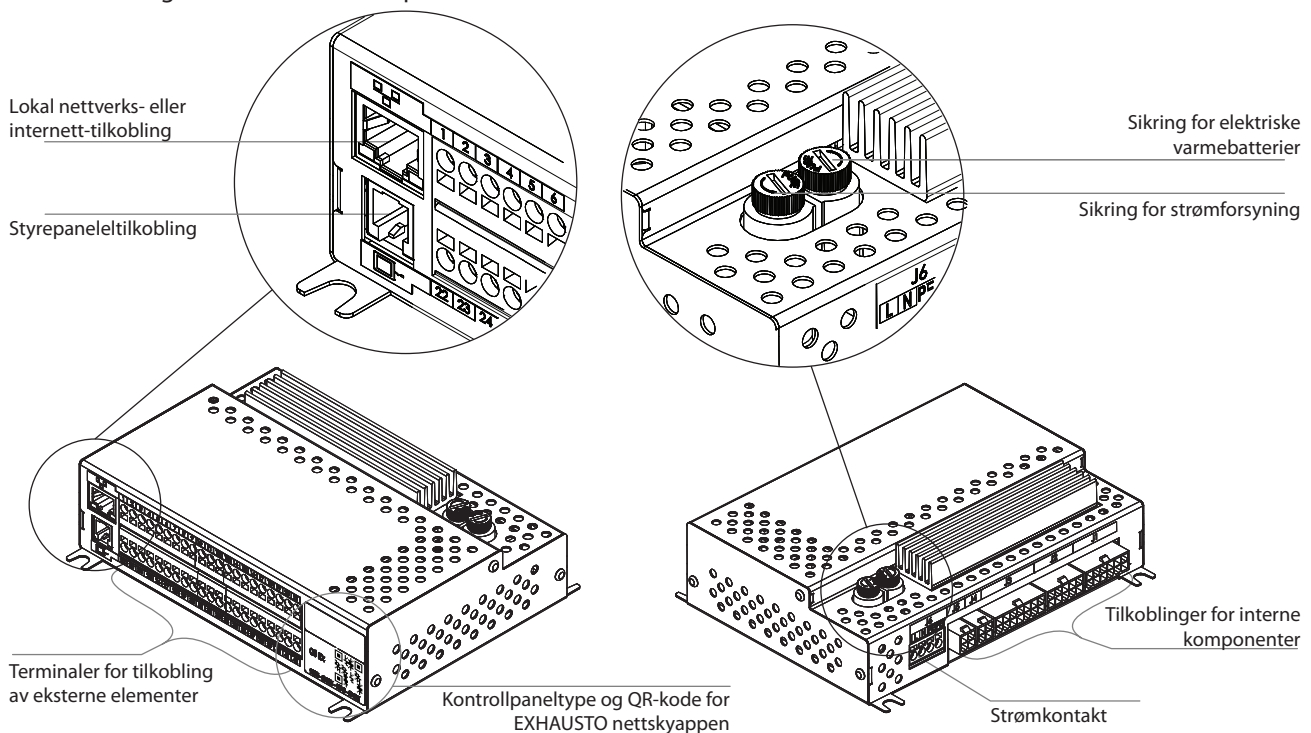

Fig. 11. C6M-kontrollerens hovedkort
Det anbefales at kontrollpanelets ledning trekkes slik at den ikke er i nærheten av strømførende ledninger. Kabelen kan føres gjennom hullene bak eller under kontrollpanelet (følg installasjonsanvisningene som fulgte med kontrollpanelet). Ledningen til C6M-hovedkort er koblet til et dedikert inngang (RJ9-kontakt, se fig. 11) eller terminaler for tilkobling av eksterne elementer.
Enheden kan kontrolleres ikke bare av kontrollpanelet, men også av en datamaskin eller smarttelefon. I slike tilfeller må luftbehandlingsenheten kobles til et lokalt datanettverk eller til Internett. Enheden kontrolleres av en datamaskin ved hjelp av en nettleser, eller av en smarttelefon med appen EXHAUSTO VX50 Connect. Luftbehandlingsenheten er koblet til datanettverket med en CAT5-kabel (RJ45-kontakt, se fig. 11). Kablens totale lengde mellom enheten og nettverksruterens må ikke overstige 100 m.
- Den enkleste måten å administrere enheten over internett på er å bruke en smarttelefon med EXHAUSTO VX50 Connect-appen. Start appen på telefonen din (telefonen må ha internettilgang). Når du kobler til for første gang, ber appen deg om å skanne QR-koden foran på kontrollkortet (se fig. 11). Når du skanner koden vil appen automatisk etablere tilkoblingen til enheten (du finner mer informasjon om EXHAUSTO VX50 Connect-appen i "Brukerveiledning for VX50").